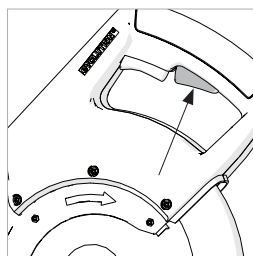

Fig. 25
- No olvide pulsar el botón de desbloqueo antes de accionar el interruptor de encendido y apagado (ON/OFF). **(Fig. 25)**